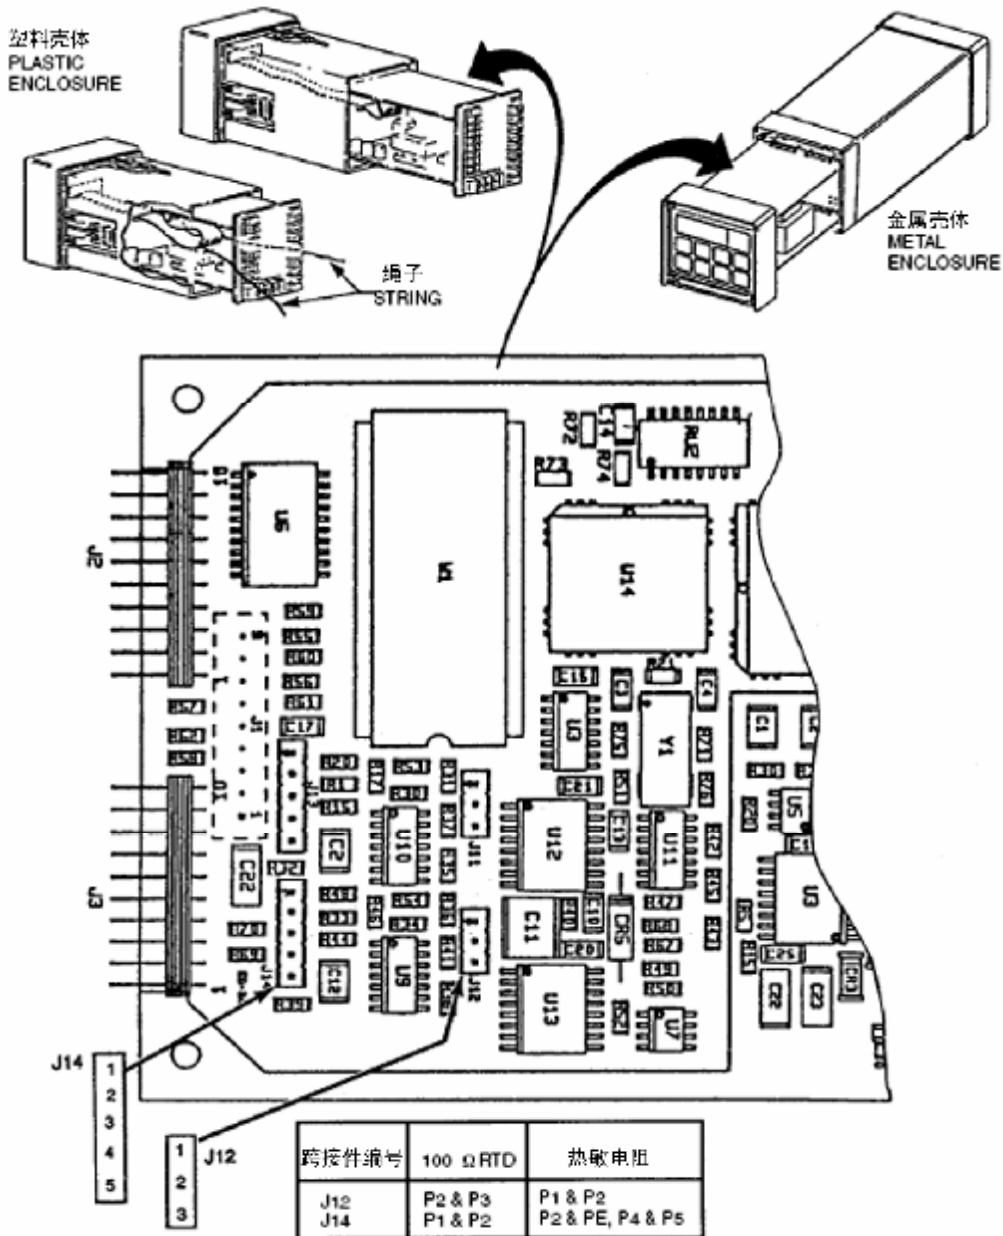

图 16. 用于温度补偿的跨接件
4. 参照图 16 以识别跨接件的位置。
对于塑料壳体，必须在带状电缆的环上穿过一根绳子，这样，当将电路板组件推入壳体时，绳子/带状电缆会被同时拉回去，从而可以防止电缆被损坏。参见图 16。